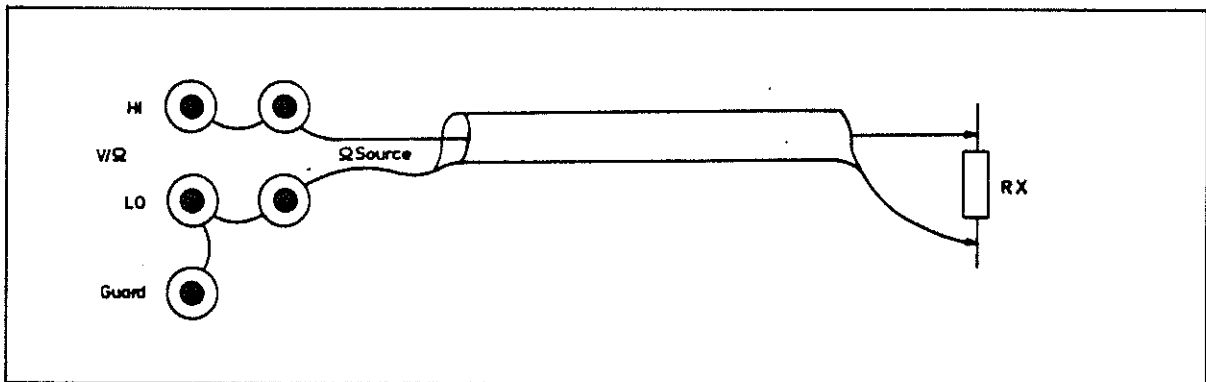

Bild 6.2.1. Zwei-Leiter-Meßanordnung
Die Meßanordnung (s. Bild 6.2.1.) ergibt akzeptable Meßergebnisse; dies jedoch nur in einem Widerstandsbereich, der nach oben und unten eingeschränkt ist: Bei hohen Widerstandswerten treten Leckstromprobleme auf, die aus der Parallelschaltung von Rx und dem Kabelisolationswiderstand herrühren. Bei niedrigen Widerstandswerten, insbesondere im 100 Ohm-Bereich, macht sich der Zuleitungswiderstand bemerkbar. Für diese Bereiche ist eine Vier-Leiter-Messung zu empfehlen.
Die Polarität des durch Rx führenden Stromes ist so festgelegt, daß das mit der oberen Buchse des "Ohm-Source"-Ausgangs verbundene Ende von Rx ein negatives Potential gegenüber dem anderen Ende von Rx besitzt. Es ist stets darauf zu achten (s. auch Bild 6.2.1. bis 6.2.3.), daß das Widerstandsende von Rx, das mit der oberen (HI) Buchse des "Ohm-Source"-Ausgangs verbunden ist, auch mit der oberen (HI) Buchse des "V/kOhm"-Eingangs verbunden wird. Entsprechendes gilt für die unteren Buchsen.